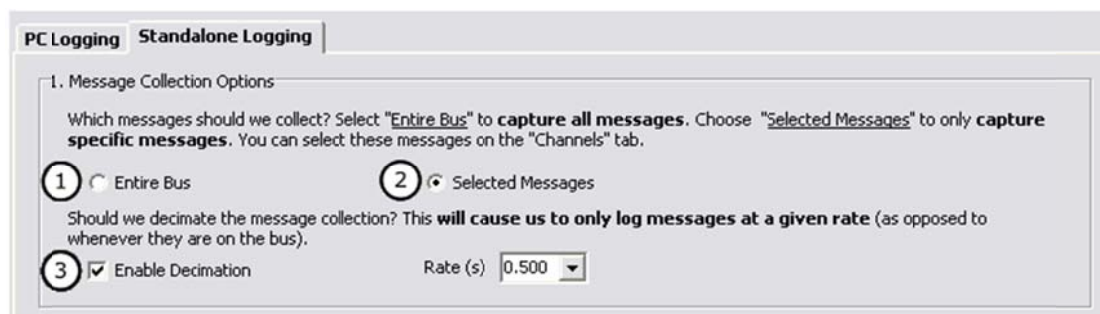

图 9-14 报文采集选项
您可选择两者中其一：记录所有的总线通信报文（如图 9-14 中①所示）或者只记录您选择的报文（如图 9-14 中②所示）。如果您选择只记录选择的报文，您将需要在“Channels”标签中设置这些报文。勾选“Enable Decimation”选项（如图 9-14 中③所示）将强制记录设备以某一速率只记录最近接收到的报文。该选项将以降低数据分辨率而增加记录的时间。通过对收到的数据以设置的速率进行采样，而不是记录每一条收到的数据。